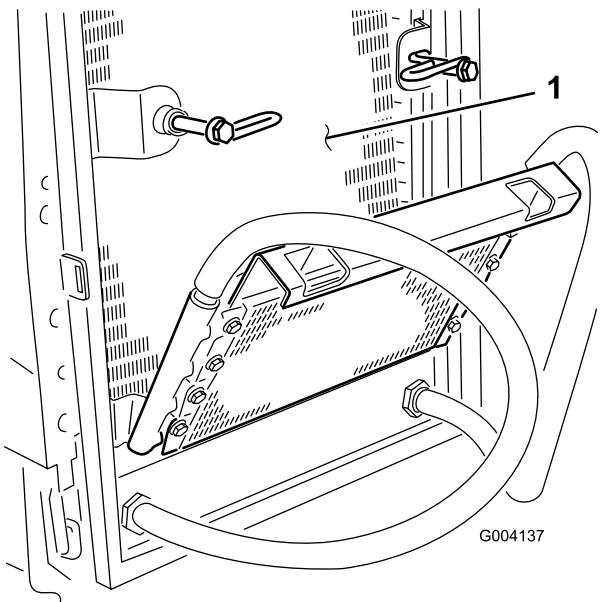

Figure 102
8. Nettoyez soigneusement les deux côtés du refroidisseur d'huile et du radiateur (Figure 102) à l'air comprimé.